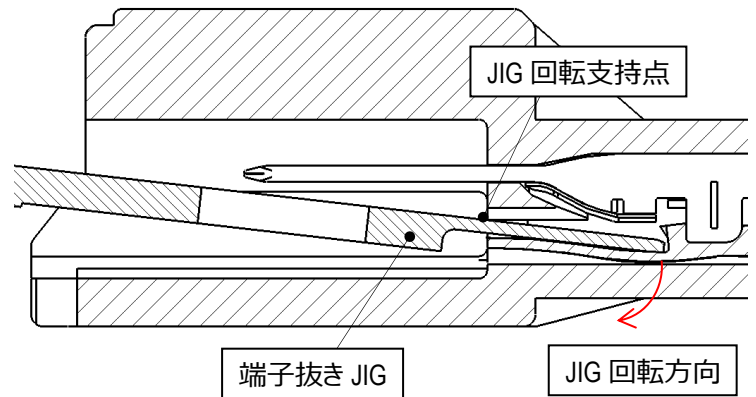

図 35.端子抜き JIG 使用イメージ
- ③端子抜き JIG 先端が樹脂ランス先端に突き当たったら引き抜き JIG を図 35 の方向に天井に当たるまで軽く回転させ、樹脂ランスを持ち上げます。この時、端子抜き JIG と端子が接触しない様に注意して下さい。その状態を維持したまま、端子の電線を水平に引張して下さい。
- ④端子引き抜き途中で、抜きにくさを感じた場合、無理に引き抜こうとせず、引き抜き JIG の挿入位置・深さは適切か等確認の上、再度最初から作業を実施して下さい。